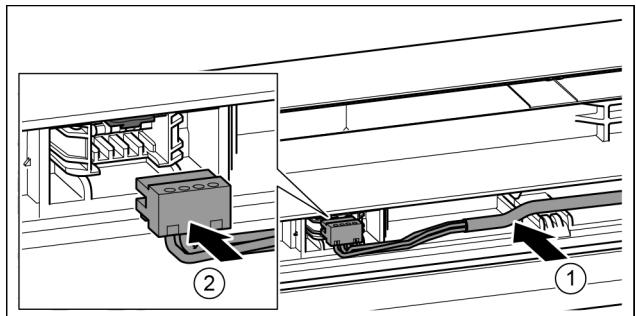

Fig. 38
- ▶ 将灰色电缆置入上方冰箱门的导向装置。Fig. 38 (1)
- ▶ 插入插头。Fig. 38 (2)